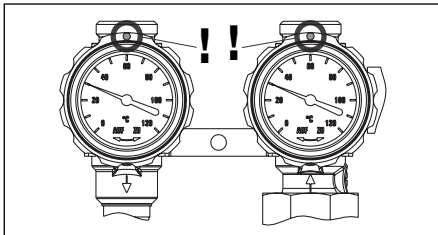

Abb. 6.12 Stellung der Kugelhähne
4. Überprüfen Sie die Stellung der Kugelhähne der Solarstation. Diese müssen, wie in Abb. 6.12 abgebildet, positioniert sein (Winkelstellung der Thermometergriffe in Vor- und Rücklauf: 0°).